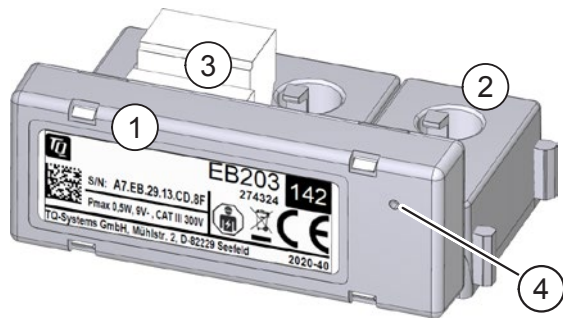

Fig. 1 : Contenu de la livraison de la Sensorbar, exemple EB203
10 DEL sur la Sensorbar (voir pos. 4 dans Fig. 1)